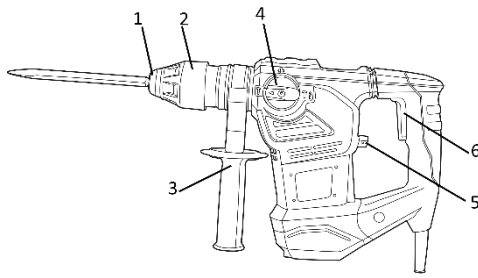

Рисунок 1
**4.1** Виберіть необхідний режим роботи виробу за допомогою перемикачів (4) та (5) (див. рисунок 1).
- ударно-обертальний режим - перемикач (4) (верхній) в положенні , перемикач (5) (задній) в положенні
- ударний режим - перемикач (4) в положенні , перемикач (5) в положенні
- обертальний режим - перемикач (4) в положенні , перемикач (5) в положенні
**4.2** Для ввімкнення виробу натисніть на курок вимикача (6) (рис.1). Для відключення виробу слід курок відпустити.